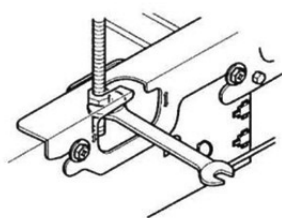

Fig. 8
- \* Inserire la chiave dall'apertura della staffa di sospensione (vedere Fig. 8).